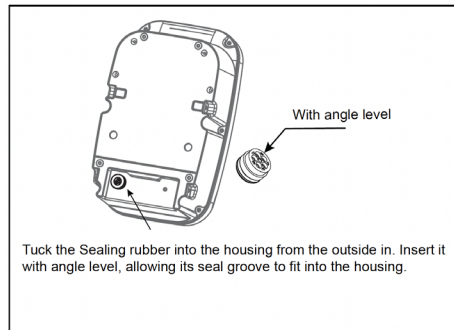

Fig. 17
- b1. Insira a borracha de vedação na caixa, do exterior para o interior (ver fig. 17). Passe os condutores pela borracha de vedação, utilizando um orifício para cada condutor. Depois de introduzir todos, deixe comprimento de cabo suficiente para alcançar o bloco de terminais.